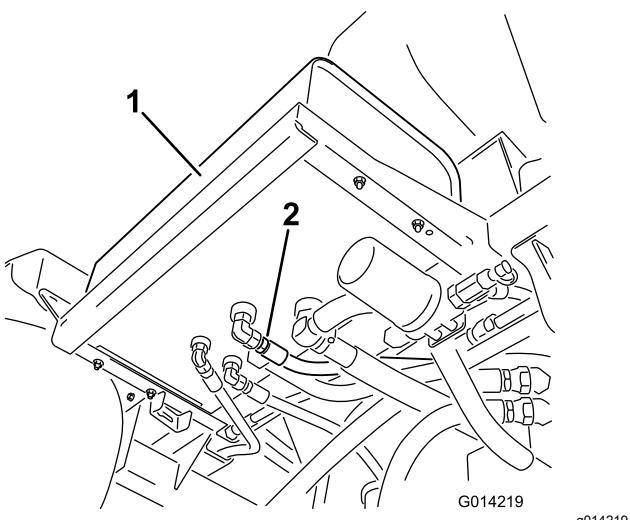

Figure 98
2. Nettoyez la surface autour d'un raccord de flexible hydraulique au bas du réservoir d'huile hydraulique (Figure 98).
4. Débranchez le raccord de flexible du réservoir et vidangez l'huile dans le bac de vidange (Figure 98).